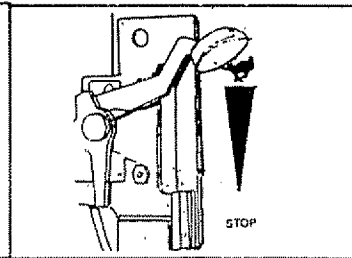

FIG. 16
- Coloque la palanca de mando del motor (localizada por debajo del tanque de combustible) en la posición RUN (FUNCIONAMIENTO) (Fig. 16).